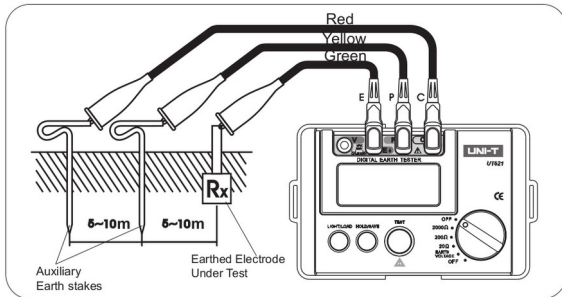

Figura 2
a. clave 2 estacas de tierra profundamente en el suelo. Los electrodos de Tierra(E), prueba(P) y tierra auxiliar (C) deben estar en una línea recta 5-10m separados entre sí. Ver Figura 2 para referencia.